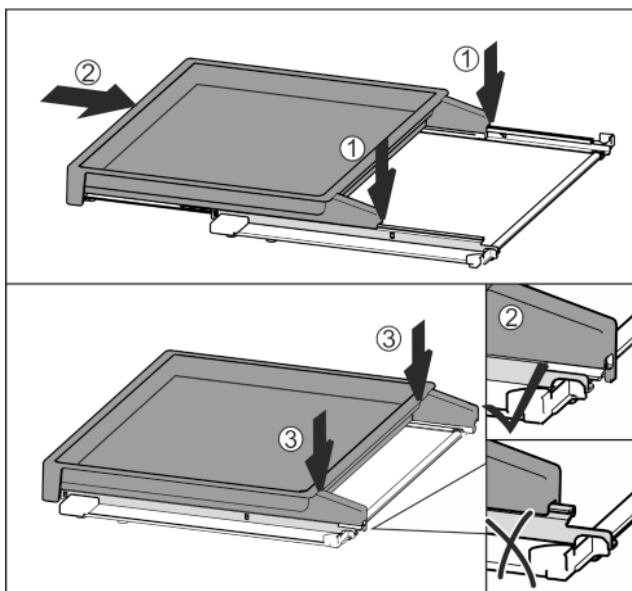

Fig. 39
- ▶ Nasad'te uprostřed na kolejničky Fig. 39 (1).
- ▶ Vysouvací přihrádku zcela zasuňte Fig. 39 (2).
- ▶ Zatlačte pak na zadní straně, až slyšitelně zacvakne Fig. 39 (3).